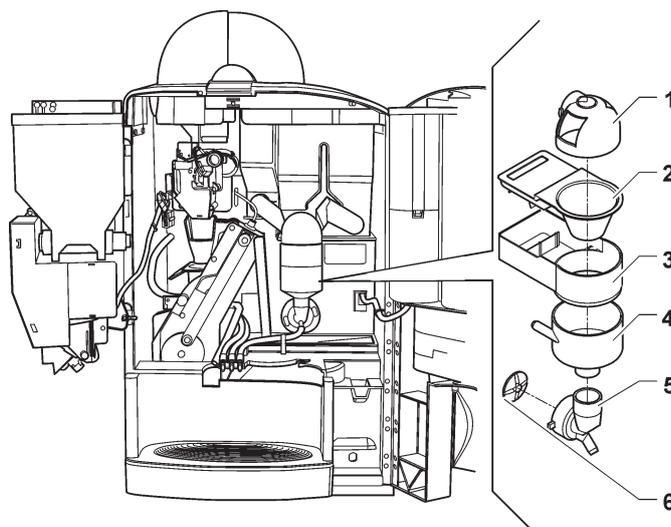

Fig. 8
- enlever des mixers les convoyeurs, les entonnoirs des poudres et les entonnoirs de l'eau, les tiroirs des poudres et les rotors des mixers (voir fig. 8) ;